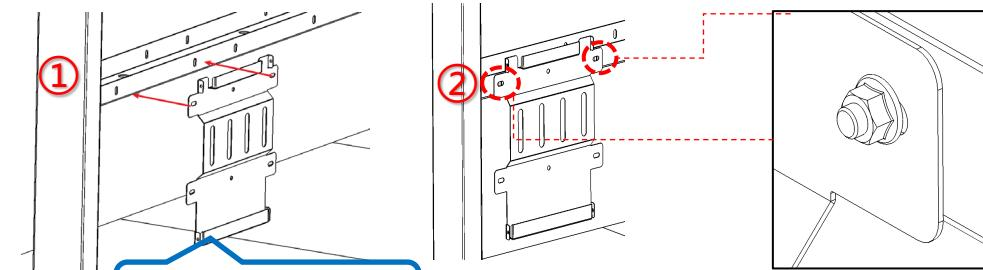

图1
1、电池安装板安装;①首先先把电池安装板的安装孔与支架安装孔对齐,如图1①所示;
②使用M10x25外六角法兰螺栓对电池安装板两个位置紧固,如图1②所示;